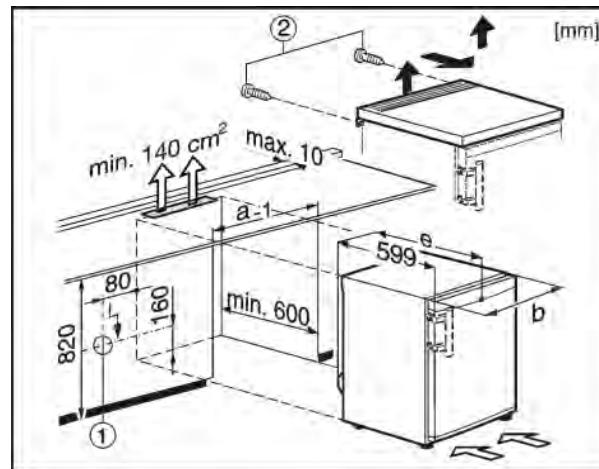

Fig. 9
Розетка Fig. 9 (1) при этом должна располагаться не у задней стенки устройства и быть легко доступна.
- Удалите болты Fig. 9 (2) на задней стенки.